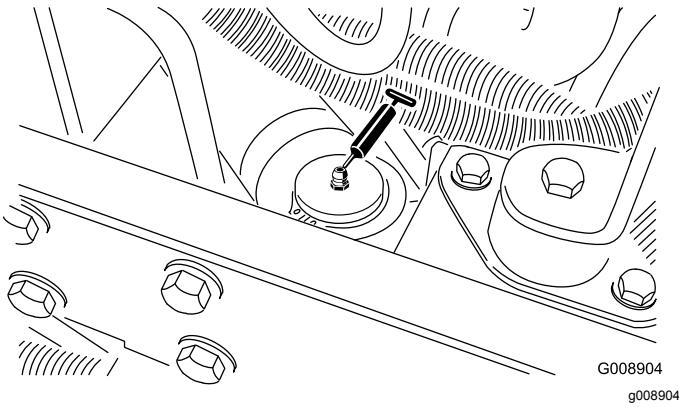

Рисунок 44
- Цилиндр рулевого механизма (Рисунок 44)